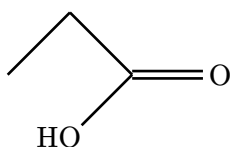

Fig. 1. – Formule topologique de l'acide propanoïque
Q.1. À partir de la formule topologique donnée sur la Fig. 1, représenter la formule semi-développée de l'acide propanoïque. / 1
- Q.2.** À l'aide de la Fig. 1 et des données du Tableau 1, montrer que ce spectre est cohérent avec la présence d'acide propanoïque dans le fût. On s'appuiera sur au moins deux bandes d'absorption. / 2